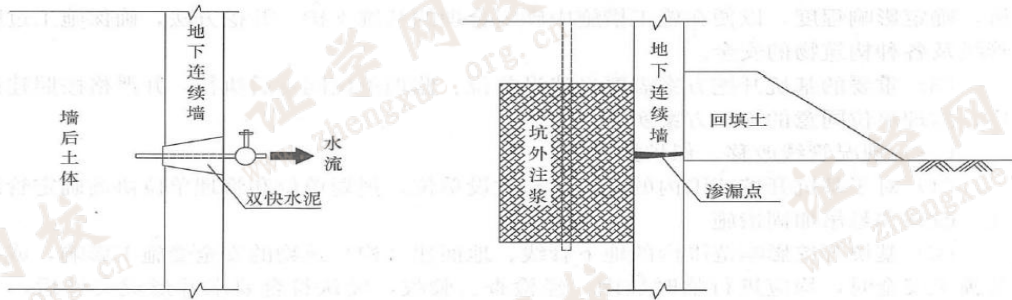

图 2K320131-1 基坑围护墙体堵漏方法一 图 2K320131-2 基坑围护墙体堵漏方法二
(2) 围护结构缺陷造成的渗漏一般采用下面方法处理：在缺陷处插入引流管引流，然后采用双快水泥封堵缺陷处，等封堵水泥形成一定强度后再关闭导流管。如果渗漏较为严重直接封堵困难时，则应首先在坑内回填土封堵水流，然后在坑外打孔灌注聚氨酯或双液浆等封堵渗漏处，封堵后再继续向下开挖基坑，具体见图 2K320131-1、图 2K320131-2